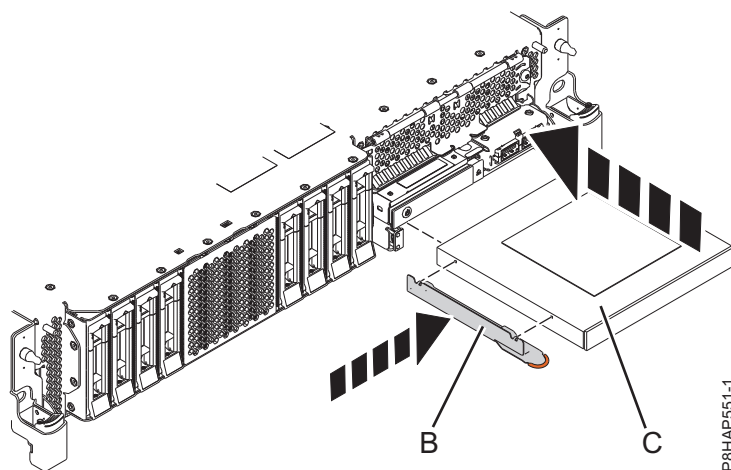
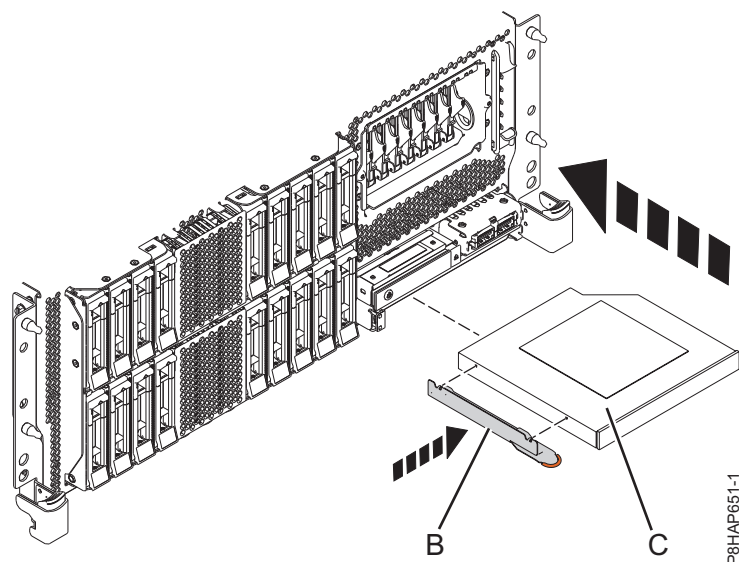
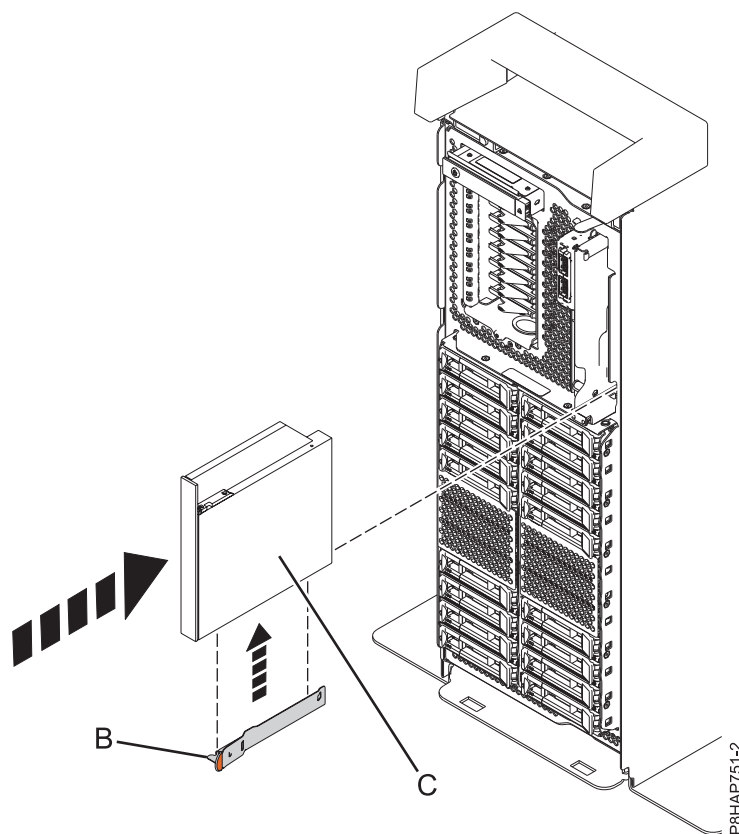

Figura 43. Substitució d'un dispositiu de suport d'emmagatzematge extraplà en un sistema 8284-21A o 8284-22A
Figura 44. Substitució d'un dispositiu de suport d'emmagatzematge extraplà en un sistema 8286-41A o 8286-42A muntat en bastidor
Figura 45. Substitució d'un dispositiu de suport d'emmagatzematge extraplà en un sistema autònom
6. Fixeu la peça de subjecció (**B**) al dispositiu de suport d'emmagatzematge extraplà nou, com es mostra a El model Figura 43 a la pàgina 51 per un sistema 8284-21A o 8284-22A, el model Figura 44 a la pàgina 52 per un sistema 8286-41A o 8286-42A muntat en bastidor o el model Figura 45 a la pàgina 52 per un sistema 8286-41A autònom.
7. Alineu el dispositiu de suport d'emmagatzematge extraplà (C) amb el compartiment de suports d'emmagatzematge i subjecteu el dispositiu per la part inferior mentre el desplaceu fins a la meitat del sistema. No pressioneu el dispositiu més cap a dins, ja que pot ser que l'instal·leu fora de seqüència.
Per un sistema 8284-21A o 8284-22A, consulteu Figura 43, per un sistema 8286-41A o 8286-42A muntat en bastidor, consulteu Figura 44 a la pàgina 52 o per un sistema 8286-41A autònom, consulteu Figura 45 a la pàgina 52.